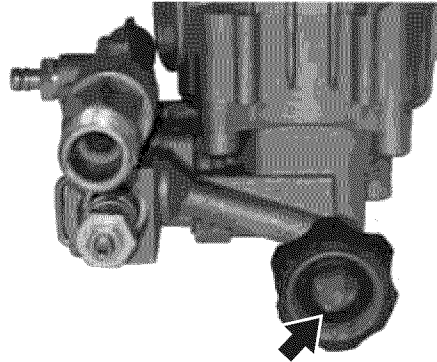

Figura 36 – Cedazo del filtro de agua
2. Extraiga el cedazo del filtro de agua en forma de cono del casquillo de la manguera de entrada de agua (ver Figura 36).